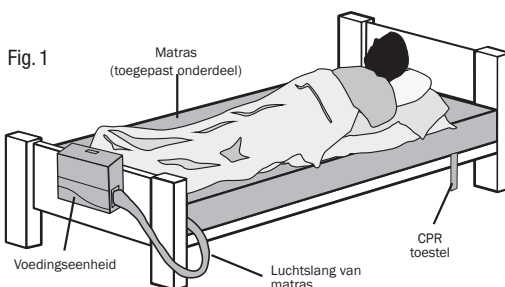

Fig. 1
2. Leg het matras op het bedframe. Zorg ervoor dat de matrasslang aan het voeteneinde aan de rechterkant naar buiten komt en dat de gekleurde hoest zich bovenaan bevindt (Fig. 1).